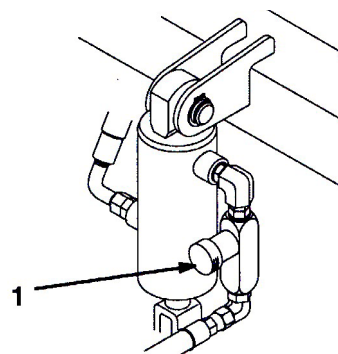

図 55
1. 運転席を上げ、中央のプルフレームの油圧シリンダ用のフロー・コントロール・バルブ (図55) を探す。